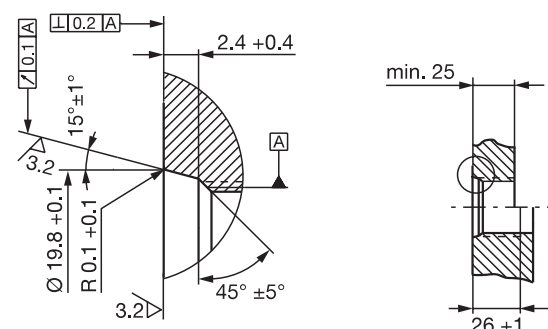
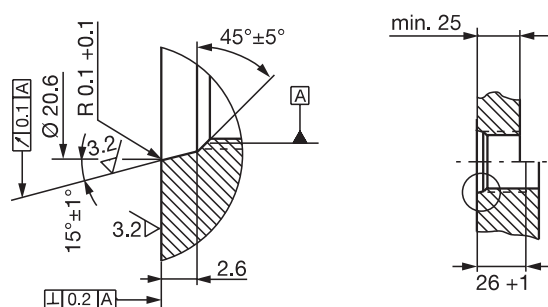

Fig. 4-3: Foro di avvitamento M18x1.5 secondo ISO 6149
Fig. 4-4: Foro di avvitamento 3/4"-16UNF secondo SAE J475
- ▶ Creare il foro di avvitamento con filettatura (eventualmente allargamento per l'O-ring) come da Fig. 4-3 o Fig. 4-4.